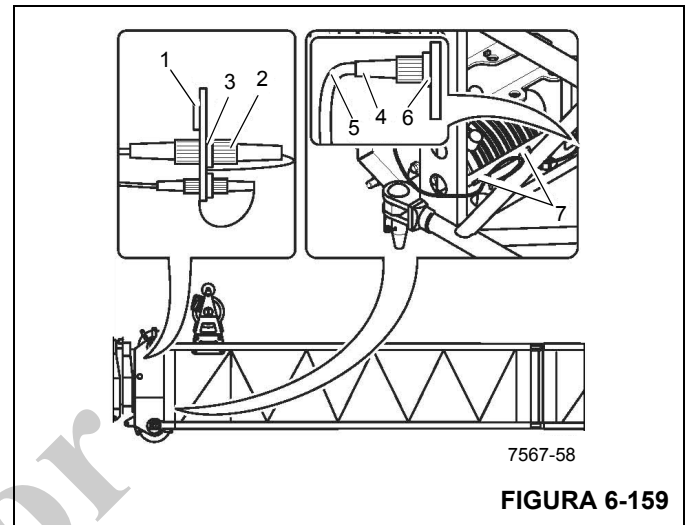

FIGURA 6-159
1. Retire el enchufe (4) (Figura 6-159) del receptáculo (3) y enchúfelo en el receptáculo falso (6).
2. Enrolle el cable (5) en el sujetador (7).
3. Retire el enchufe (2) del receptáculo falso (1) y conéctelo en el receptáculo (3).